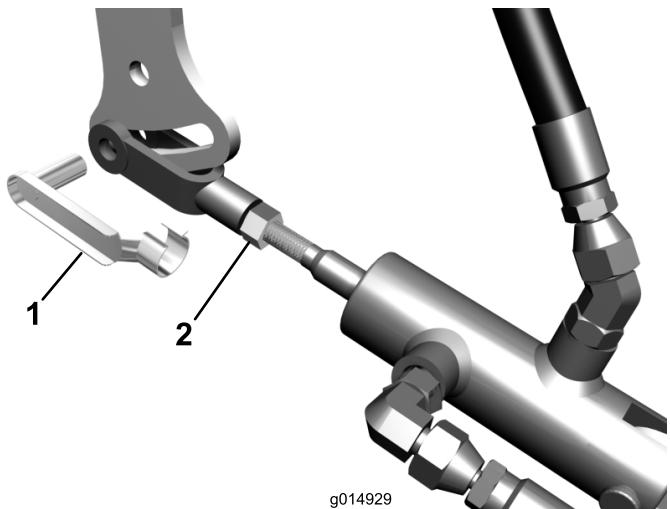

図 10
- ・ ヨークを走行リンクに固定しているスプリング・クレビス・ピンを外す(図10)。
- ・ ヨークのジャムナットをゆるめる(図10)。